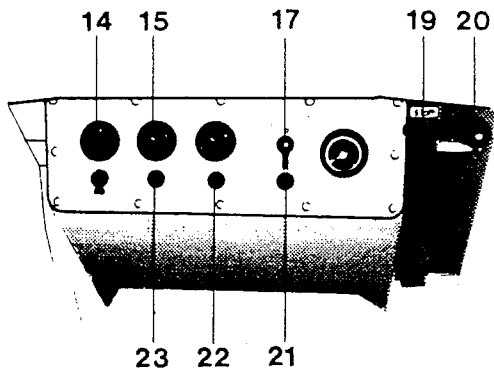

Fig 15
- 1 När motorn är varm - dra på varvtalsreglaget (20), fig 15 tills motorvarvet blir 2300 r/min. Kontrollera varvräknaren (18). Reglaget's friktion justeras med låsringen.
- 3 Vid asfaltkörning - slå på bevattningsanläggningen (9, 10) på båda valsarna med resp strömställare. Vattenmängden för valsarna är individuellt reglerbar genom två rattar (12, 13) på "timern". Valsen i färdriktningen lämnar automatiskt ett litet vattenöverskott som kan tillgodogöras av den andra valsens. Denna balans justeras med rattarna (12) och (13).